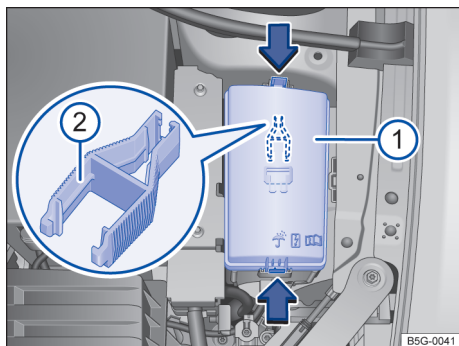

Fig. 207 No compartimento do motor: cobertura ① da caixa de fusíveis com pinça de plástico ②.
- Pressionar os botões de travamento no sentido da seta para destravar a cobertura da caixa de fusíveis → Fig. 207 ①.
No lado interno da cobertura da caixa de fusíveis no compartimento do motor pode haver uma pinça de plástico → Fig. 207 ② para a retirada dos fusíveis.